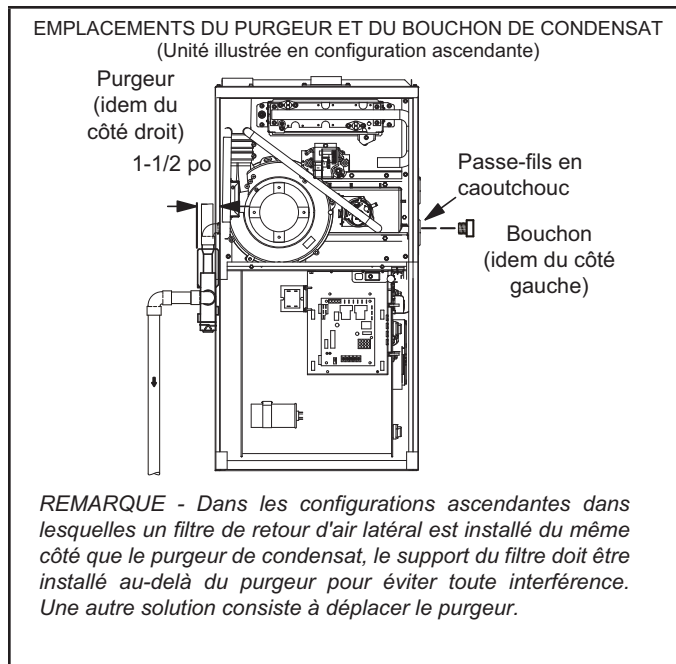
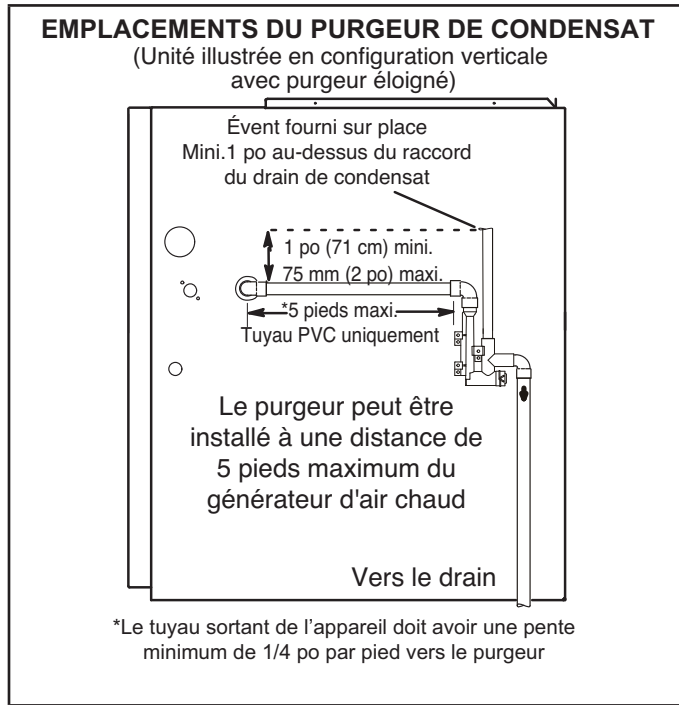
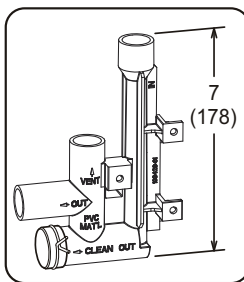

FIGURE 46
FIGURE 48
FIGURE 54
Cette unité est prévue pour une sortie à gauche ou à droite du tuyau de condensat en configuration ascendante. En configuration horizontale, le purgeur de condensat doit se prolonger en dessous du générateur. Prévoir un dégagement d'entretien de 8 po pour le purgeur. Voir les FIGURE 46 et FIGURE 48 pour les emplacements du purgeur de condensat. La FIGURE 54 illustre le piège avec tuyau en PVC de 1/2 po ou de 3/4 po.
- 2 - Utiliser un grand tournevis à tête plate ou une douille d'entraînement de 1/2 po pour retirer le capuchon (FIGURE 46) du boîtier du collecteur de l'extrémité froide à l'emplacement approprié sur le côté de l'appareil. Installer un coude de 3/4 po NPT sur le boîtier du collecteur de l'extrémité froide. Utiliser de l'adhésif au Téflon ou un enduit d'enrobage approprié.
- 3 - Installer le bouchon sur l'ouverture de nettoyage à la base du purgeur. Fixer avec le collier. Voir la FIGURE 54.
- 4 - Installer le purgeur avec des raccords en PVC appropriés et coller tous les joints. Coller le purgeur fourni comme illustré à la FIGURE 54. Acheminer le conduit de condensat jusqu'à un drain ouvert. La conduite de condensat doit maintenir une pente descendante de 1/4" entre l'appareil et le drain.